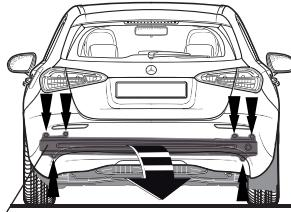

Fig. 1
1. Снять бампер вместе со стальным буферным бруском автомобиля. Буферный брус больше не понадобится. См. рисунок 1.
5. Герметизировать обозначенные части (см. рис. 1)